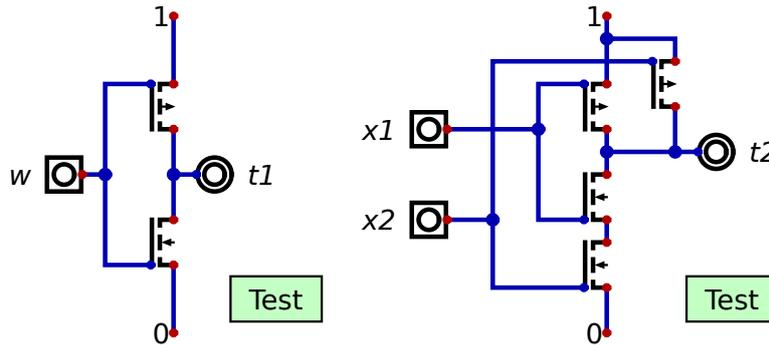

Figura 1.3: Dos puertas lógicas construidas con transistores.
En esta sección vamos a simular puertas lógicas fabricadas mediante transistores MOSFET. La figura 1.3 muestra la implementación de dos puertas lógicas mediante estos transistores. Los transistores MOSFET se comportan como interruptores controlados por el valor que se coloca en la base (señal  $w$  en el ejemplo de la izquierda). El transistor tipo N (con flecha entrando) se cierra a 0 y se abre a 1. El transistor tipo P (con flecha saliendo) se cierra a 1 y se abre a 0.
13. Crea un nuevo circuito y dibuja la figura 1.3 utilizando los componentes *FET de canal P/N* (en *Interruptores*) y *Valor constante* (en *Cables*).